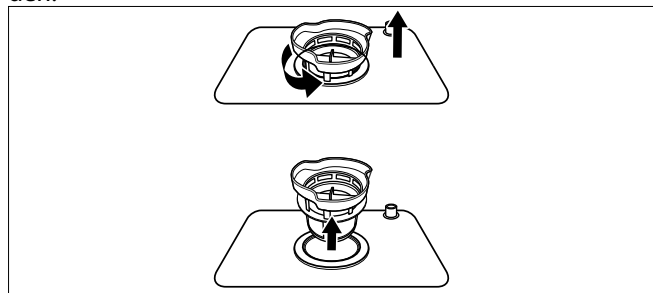

Abb. 24 – Filter entnehmen
- ▶ Um den Filter zu entnehmen, drehen Sie den Feinfilter ab und entnehmen Sie ihn (siehe **Abb. 24**).